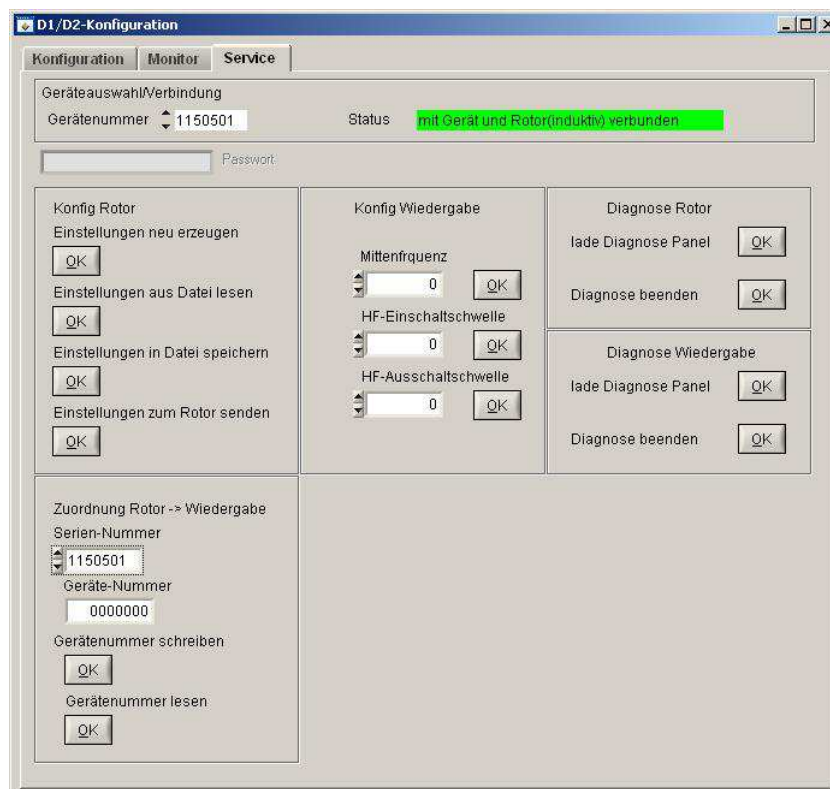

**Abbildung 2.8.3-3 Datenlogger** Beim Betätigen des Abspiel Button geht ein Pop Up Menü auf und man hat die Möglichkeit die gespeicherten Messwerte dar zu stellen.
**Abbildung 2.8.3-1 Datenlogger** Mit Hilfe der Monitorsoftware Datenlogger, ist es möglich die Messwerte Graphisch und in Echtzeit kontinuierlich auf zu Zeichnen und die Messwerte direkt zu Speichern. Eine Stunde Messwerte zu Speichern benötigt ca. 40 MByte Speicher pro Stunde.
Aufnahme Button	Beim Drücken des Aufnahme Buttons geht ein Pop Up Menü auf und der Speicherort siehe Abbildung 2.8.3-2 Datenlogger kann gewählt werden. Sobald der Speicherort gewählt wird und man es bestätigt, beginnt die Aufzeichnung der Messdaten in Echtzeit (40Mbyte / Stunde).
Abspiel Button	Beim Drücken des Abspiel Buttons geht ein Pop Up Menü auf und die die gespeicherte Log- Dateien, siehe Abbildung 2.8.3-3 Datenlogger können aufgerufen werden.
**Abbildung 2.8.3-2 Datenlogger** Beim Betätigen des Aufnahme Buttons, startet ein Pop Art Menü, wo man den Speicherort der Messdaten festlegen kann. Eine Stunde Aufzeichnen der Messdaten in Echtzeit, benötigt ca. 40 MByte / Stunde